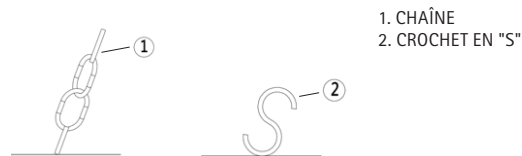

Figure 1
- 5 Fixez un crochet en "S" en bas de chaque chaîne. (Fig. 1)